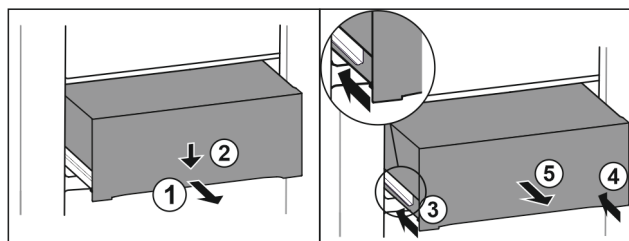

Fig. 203
- ▶ Húzza ki félig a fiókot. Fig. 203 (1)
- ▶ Nyomja le a fiók elülső oldalát. Fig. 203 (2)
- ▶ Tolja be a bal oldali sínt körülbelül 2 cm mértékben. Fig. 203 (3)
- ▶ Tolja be a jobb oldali sínt körülbelül 2 cm mértékben. Fig. 203 (4)
- ▶ Vegye ki a fiókot előre. Fig. 203 (5)